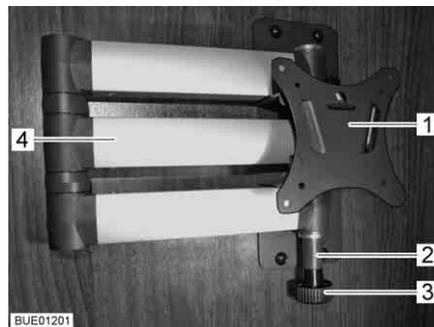

Fig. 72 Suporte com braço articulado
- Puxe botão de destravamento (Fig. 72,3). O braço articulado (Fig. 72,4) está destravado.
- Rode o ecrã plano para trás, para a posição inicial, até o suporte (Fig. 72,1) encaixar no dispositivo de bloqueio (Fig. 72,2).